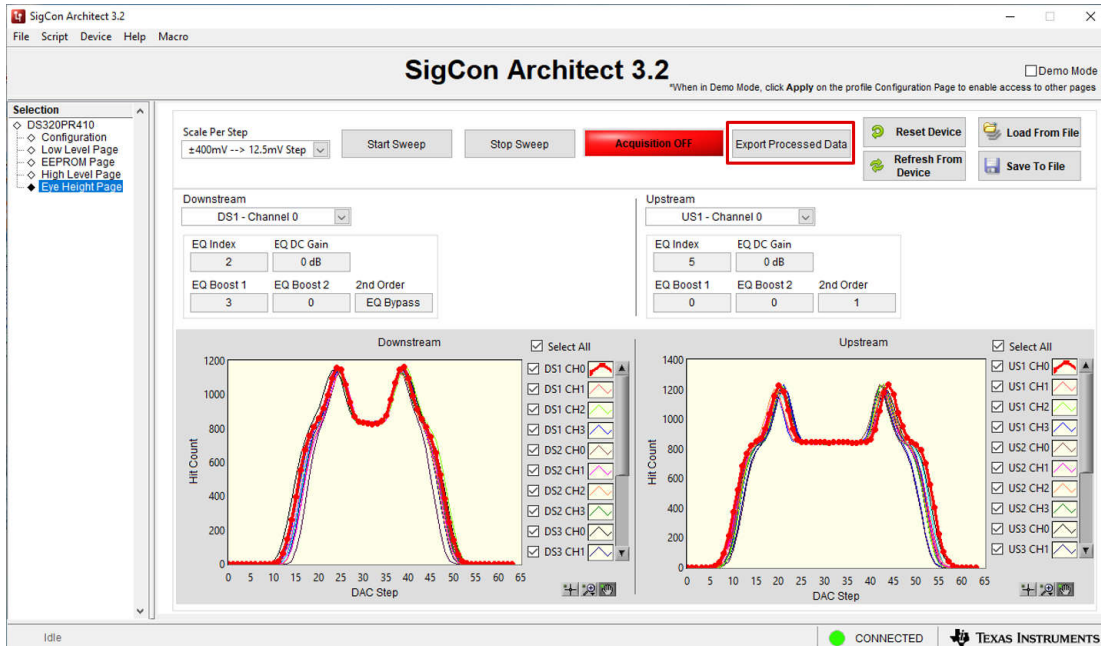

图 6-7. 眼高页面：导出处理后的数据
5. 要导出所选通道的原始 *EyeScan* 数据，请点击图 6-7 中突出显示的 *Export Processed Data* 按钮。使用提示的文件资源管理器保存原始数据文件。